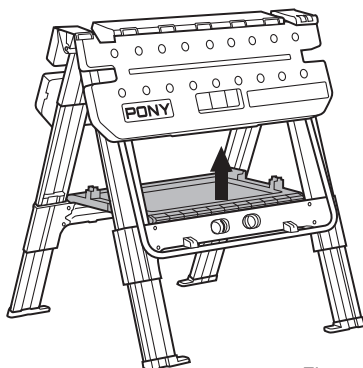

Figura 15
2. Levante la bandeja de herramientas en el centro para permitir que las patas se plieguen. (Figura 15)